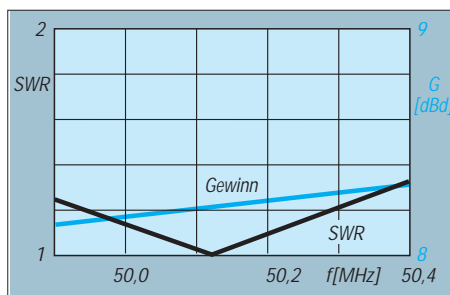

Bild 2: Gewinn und Anpassung der 5-Element-Yagi-Antenne im Frequenzbereich 49,9 bis 50,3 MHz
**Bild 2:** Rückansicht die AT100. Von links nach rechts: Ausgangsbuchse Ausgang (Cinch), Masseschraube, Buchse für externe Stromversorgung (9 V Gleichspannung), Eingangsbuchse (Cinch).